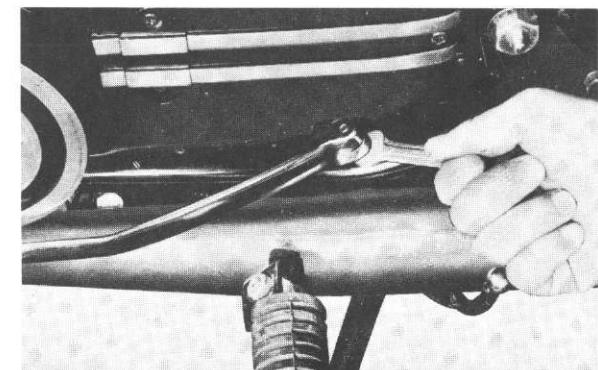

Fig. 4-1-3
3. Remove the gear change pedal. (Fig. 4-1-3)
3. Retirez la pédale de changement de vitesse. (Fig. 4-1-3)
3. Gangschaltpedal demontieren. (Abb. 4-1-3)